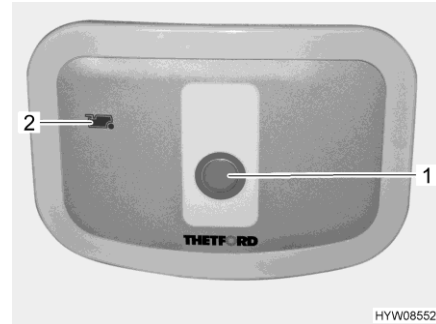

Bild 109 Spülknopf/Kontroll-Leuchte (Thetford-Toilette)
- Zum Spülen den blauen Spülknopf (Bild 109,1) drücken.
Die Kontroll-Leuchte (Bild 109,2) leuchtet, wenn der Fäkalientank entleert werden muss.